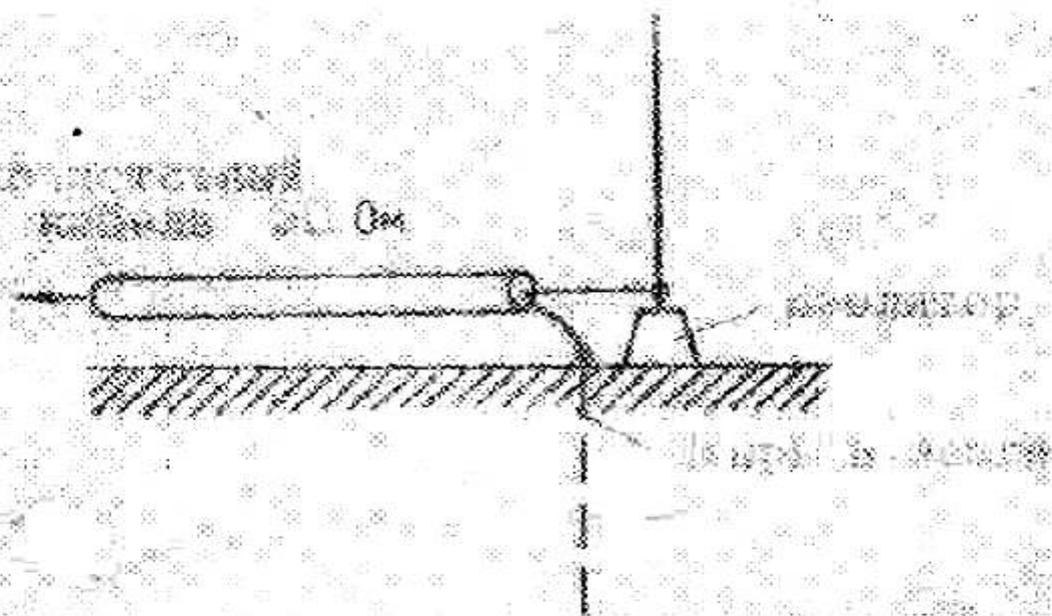

Рис. 8
1. Как показано на рис. 8, антенна установлена на